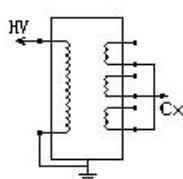

图 6-4 PT 末屏法
(4) : 正接法、电压为 10KV、末端屏蔽法、接线见图 6-4